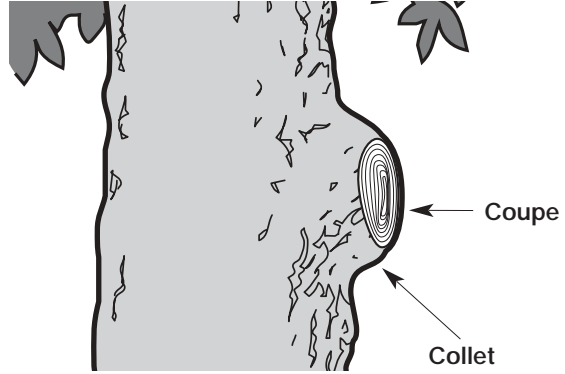

Fig. 14
3. Coupez vers l'extérieur du collet de la branche pour éviter d'endommager l'arbre (fig. 14).